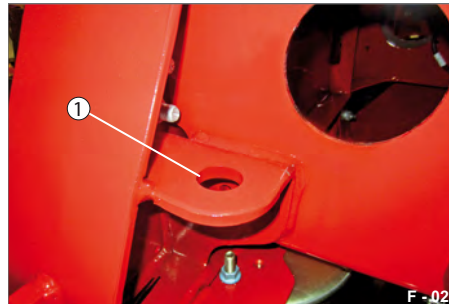

Abb. 46 Abschleppöse-Detail
- ▶ Befestigen Sie das Anschlagmittel z. B. Haken in der Bohrung (Abb. 46/1) der Abschleppöse.